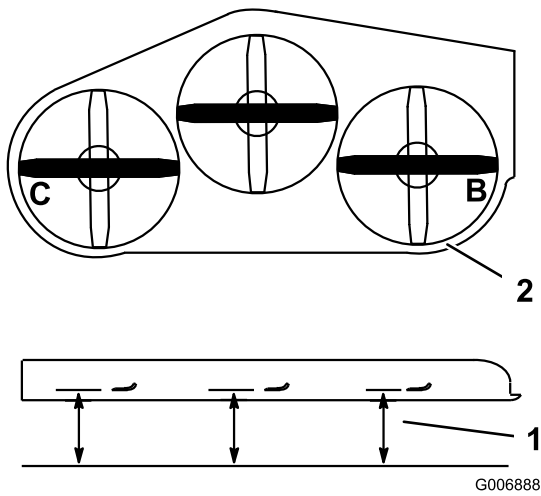

Figure 61
1. Tournez la lame **droite** latéralement (Figure 61).
2. Mesurez la distance au point **B** entre la surface plane et le tranchant de la pointe de la lame droite (Figure 61).
4. Tournez la lame gauche dans le sens transversal (Figure 61).
5. Mesurez la distance au point **C** entre la surface plane et le tranchant de la pointe de la lame gauche (Figure 61).